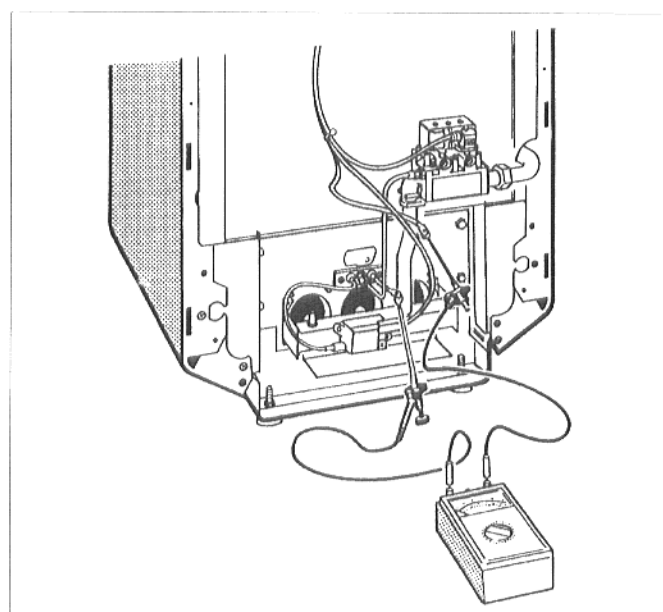

Abb. 31: Ionisationsstrom messen
- Meßgerät an Überwachungskabel und Überwachungselektrode in Reihe anschließen (Abb. 31). Am Meßgerät den  $\mu\text{A}$ -Gleichstrombereich wählen.